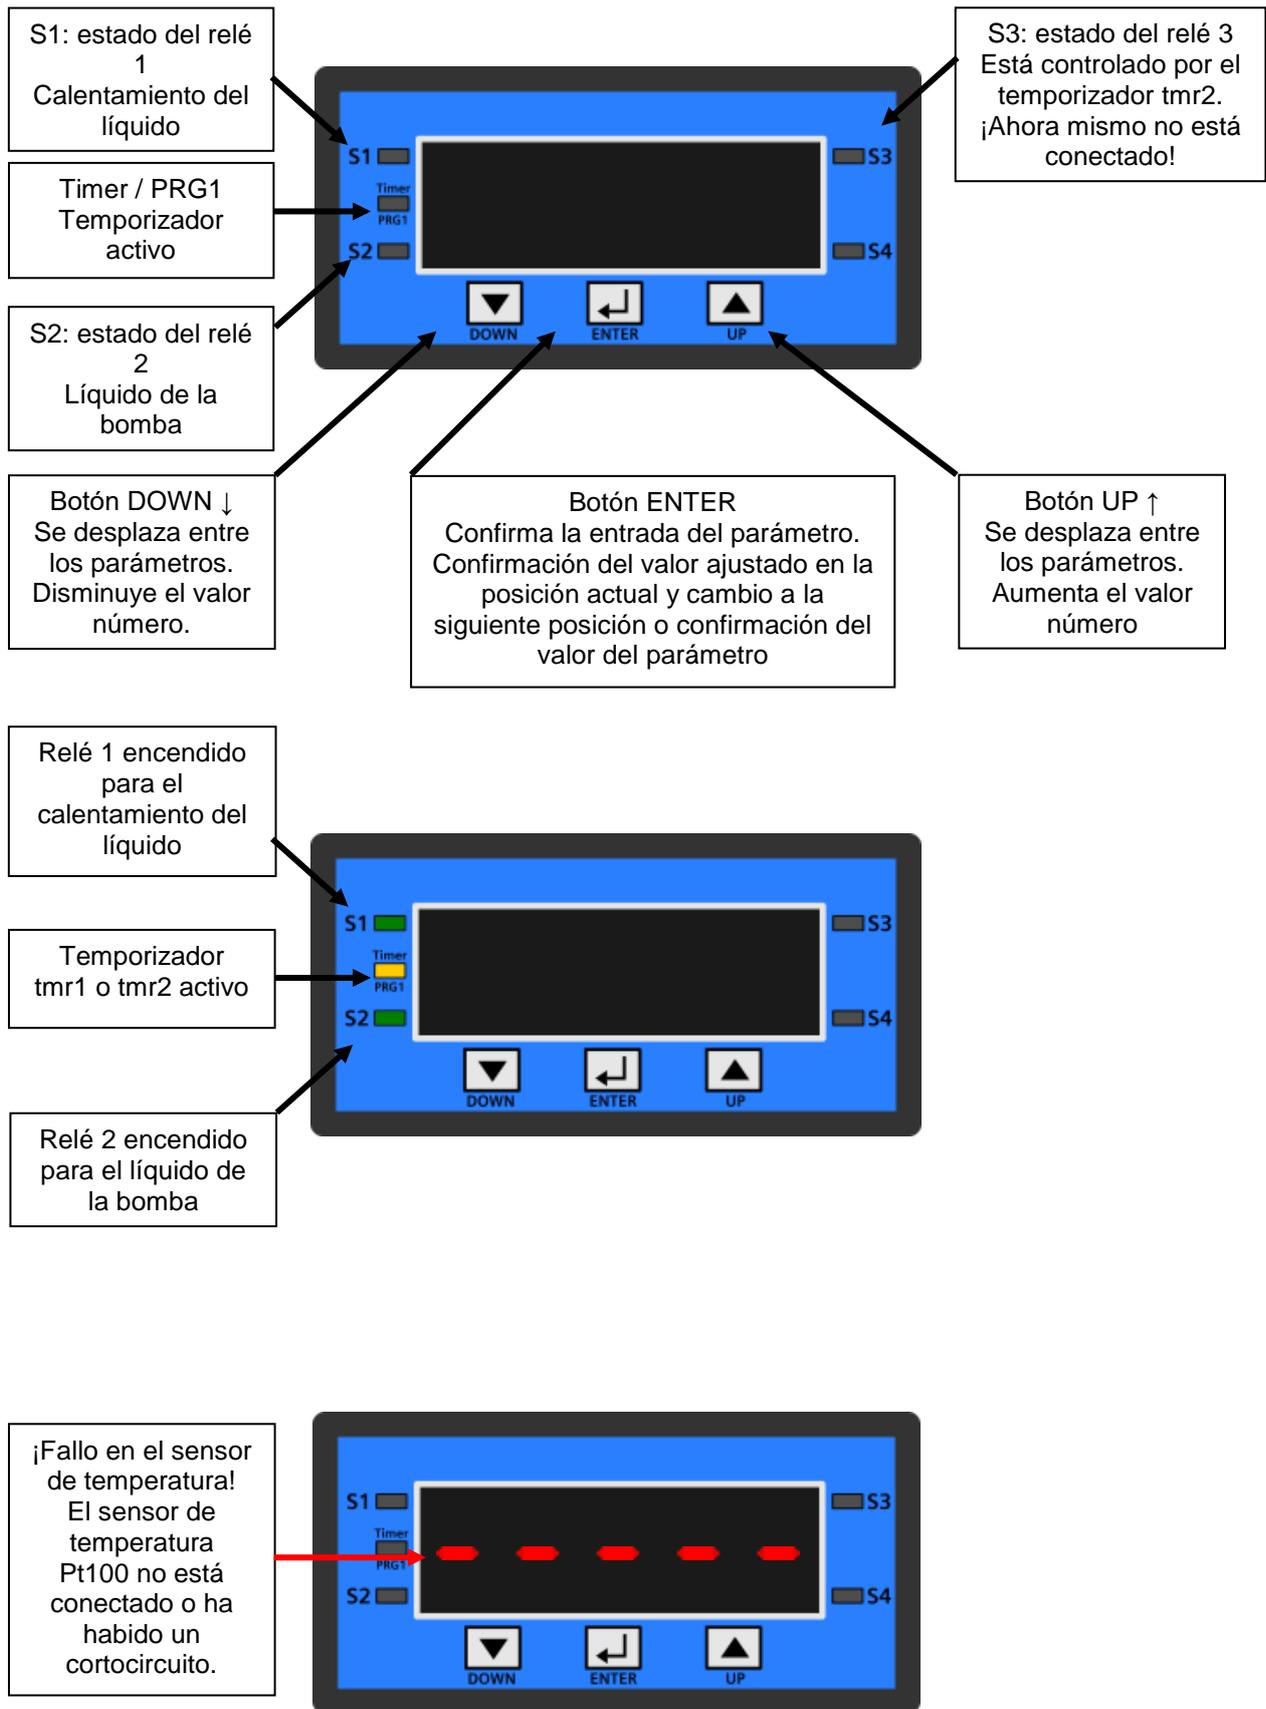

Imagen. 6.3.1-1 Función de los botones e indicadores luminosos en el panel de control
6.3.1 Descripción del panel de control UZJ3-P. Ver imagen 6.3.1-1